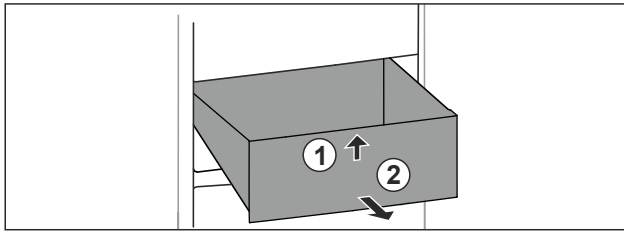

Fig. 97
- ▶ Predal spredaj dvignite. Fig. 97 (1)
- ▶ Predal vzemite ven v smeri naprej. Fig. 97 (2)